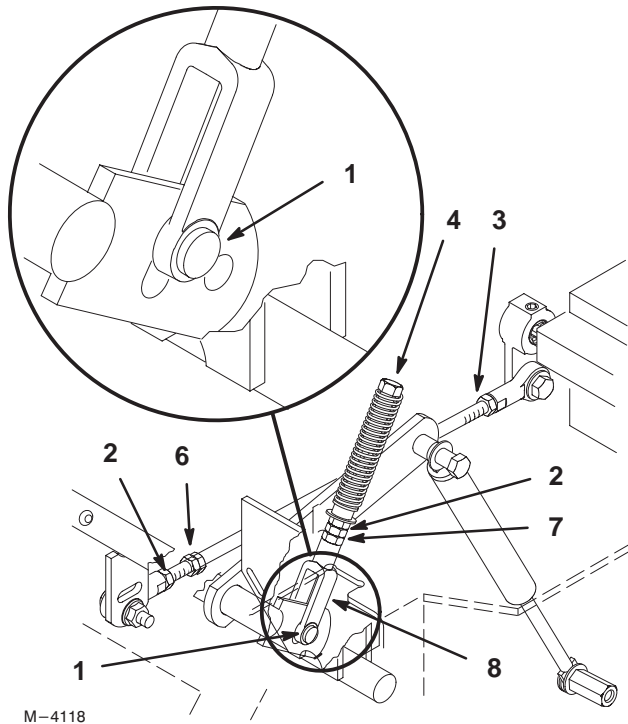

Abbildung 55
Arm unter dem Gelenkbolzen) das Ende des Schlitzes berührt (gerade beginnt, Druck auf die Feder auszuüben) (Abb. 55).
4. Wenn eine Einstellung erforderlich ist, die Mutter am Bügel lösen (Abb. 55).
5. Den Bedienungshebel leicht nach hinten drücken, den Kopf der Einstellschraube in die entsprechende Richtung drehen, bis der Hebel in Neutralsperrenposition zentriert ist (der Druck auf dem Hebel hält den Stift am Ende des Schlitzes und ermöglicht der Einstellschraube, den Hebel in die entsprechende Position zu drücken (Abb. 55).
4. Die Sicherungsmutter am Kugelgelenk an der Pumpensteuerstange lösen (Abb. 55).
6. Die Länge der Pumpenstange einstellen, indem die doppelten Muttern auf der Stange in die entsprechende Richtung gedreht werden, bis das Rad still steht oder sich im Rückwärtsgang leicht dreht (Abb. 55).